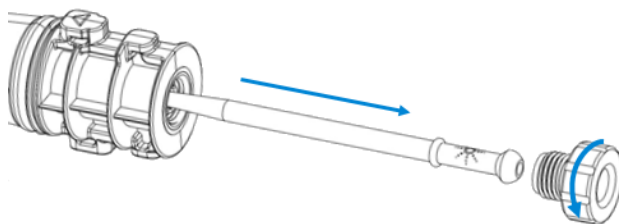

Figura 7 Svitare il dado di blocco e rimuovere l'iniettore
2. Svitare il dado di blocco dal corpo della torcia e rimuovere l'iniettore tirando con cautela il giunto sferico come mostrato nella Figura 7.